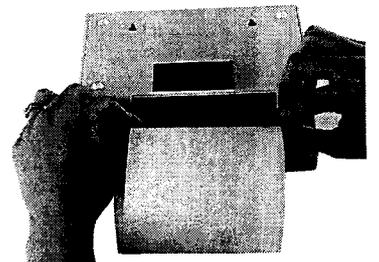

FIGURE 3
- Introduire le papier dans la fente de l'imprimante située entre le circuit imprimé et la plaque en inox apparente. (Figure 3)